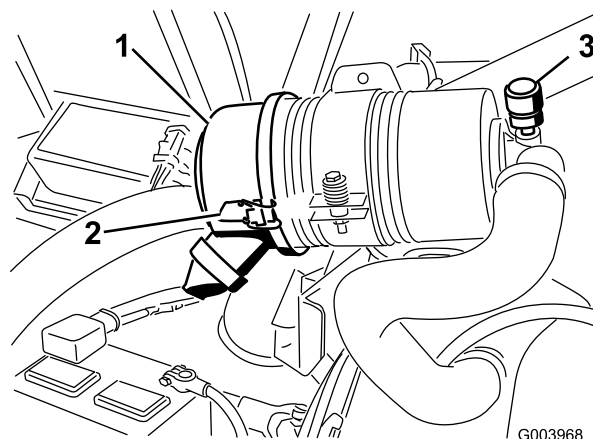

Figure 59
Faites l'entretien du filtre à air uniquement quand l'indicateur de colmatage (Figure 59) indique que cela est nécessaire. Changer le filtre à air prématurément ne fait qu'accroître le risque de contamination du moteur par des impuretés quand le filtre est déposé.
1. Desserrez les fixations qui maintiennent le couvercle sur le corps du filtre à air (Figure 59).